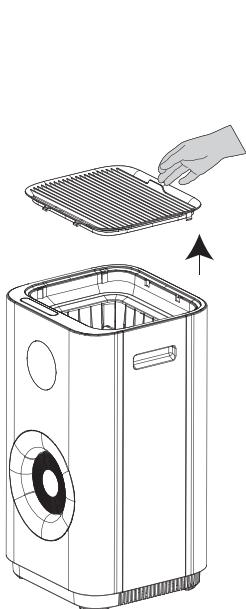

Рис. 2
- Снимите крышку прибора (рис. 2).
2. Выполните действия, представленные на рис. 2, 3, 4 в разделе «Наполнение водой».